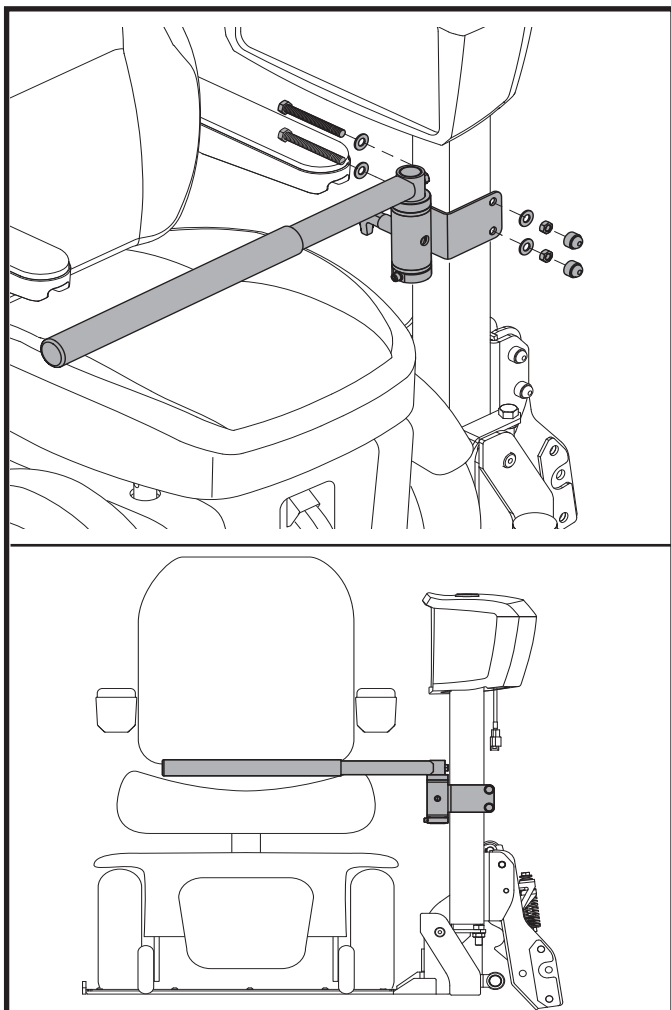

Figura 6. Instalación de la barra de fijación
3. Coloque la barra de fijación junto al cojín del asiento. Una vez colocada, sujétela al mástil con las tuercas y tornillos suministrados. **Ver figura 6.**
2. Alinee el enganche de la correa con el orificio de montaje de la plataforma. **Ver figura 6.**
3. Instale el material. **Ver figura 6.**